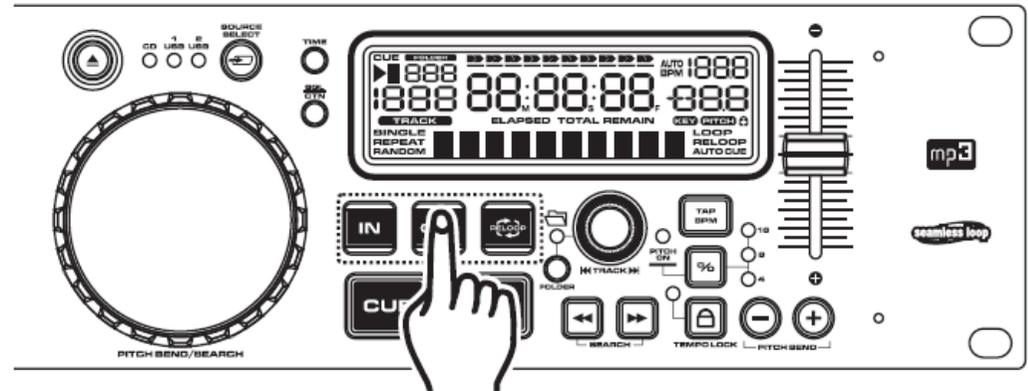

Bild 23
Drücken Sie den Out Button (17), um den Endpunkt Ihres nahtlosen Loops zu setzen (Bild 23). Die In und Out Buttons leuchten, um anzuzeigen, dass Sie sich gerade in einem Loop befinden. Drücken Sie den Out-Button, um den Loop zu verlassen.